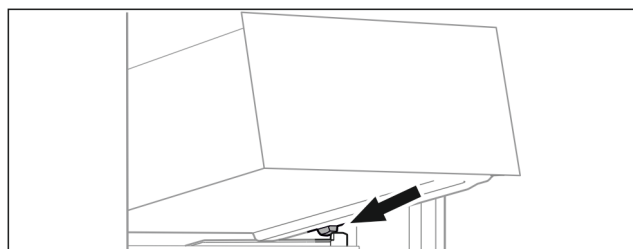

Fig. 94
- ▶ Schubfach schräg hinter den Stopperrn auf Behälterrippe aufsetzen. (siehe Fig. 94)